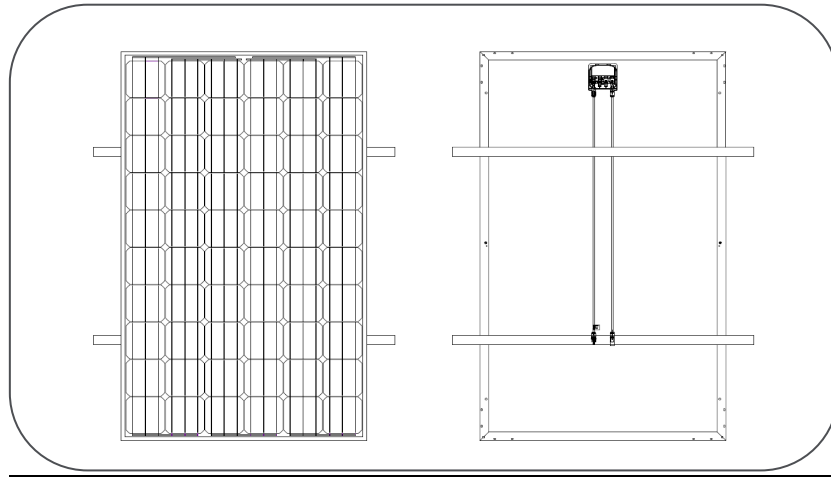

Figure 1 Vue de dessus et vue arrière du module installé sur une structure de montage parallèle
- Les clips de serrage sur le cadre latéral doivent être en parallèle, équidistants du coin du cadre du module le plus proche (voir Figure 1).